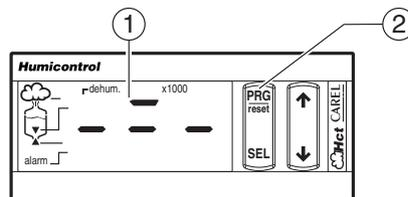

Fig. 7.5.1
- entro 3 secondi rilasciare il tasto PRG per confermare il richiamo e la memorizzazione permanente dei parametri di default; a conferma dell'avvenuta memorizzazione, il trattino superiore rimane acceso per 2 secondi (come visualizzato in Fig. 7.5.1);
- release the PRG button within 3 seconds to confirm the recall and permanent saving of the default parameters; to confirm the saving of the values, the upper dash will stay on for 2 seconds (as displayed in Fig. 7.5.1);